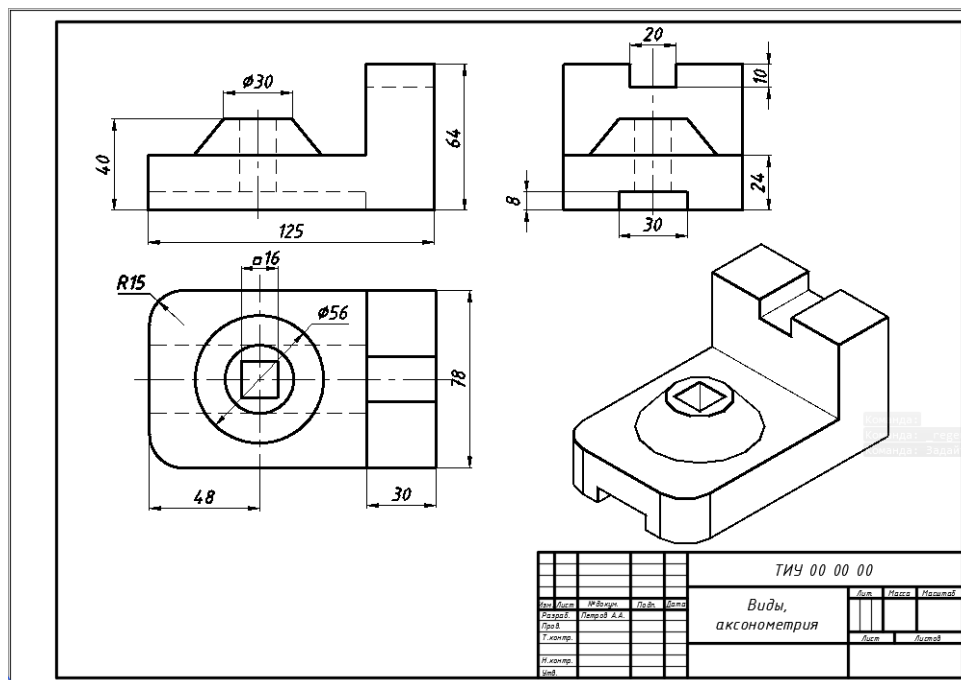

Рис.6.10
11. Готовый чертеж «Виды, аксонометрия» представлен на рис. 6.10.